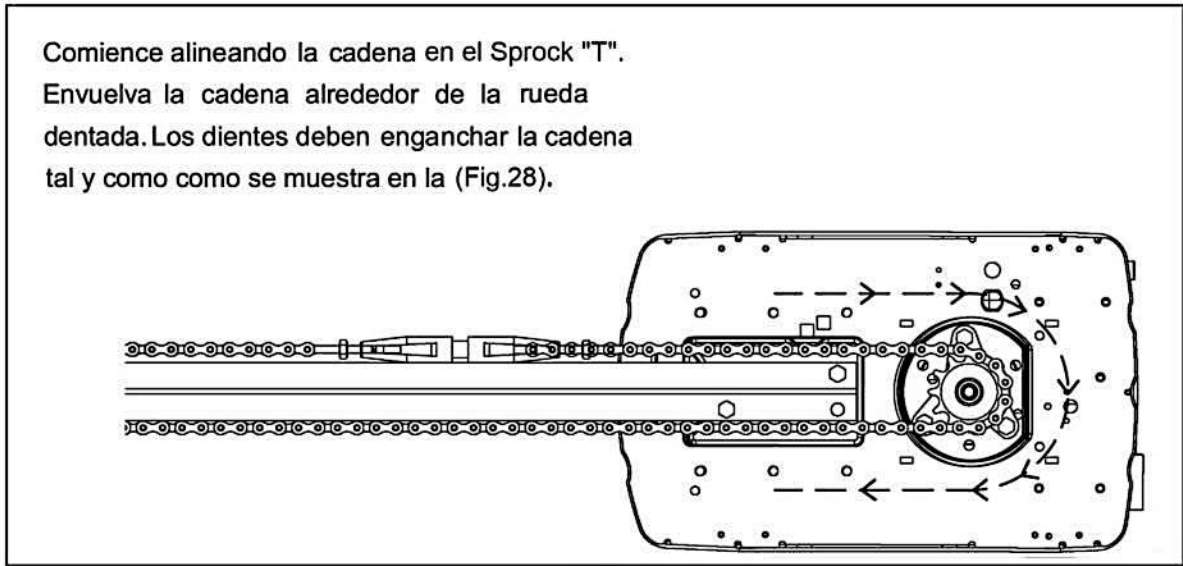

Fig.28
**5.13.-Instalando la Cadena en el Sprock "T" (Fig.28).**